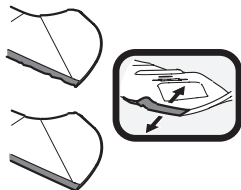

Figura 51
1. Para afilar las cuchillas de corte de forma adecuada, extraiga cantidades iguales de metal de ambos extremos de las cuchillas a lo largo de los bordes cortantes, de forma paralela al borde de caída, a un ángulo de 25° a 30°. Afile siempre cada borde de las cuchillas de corte de forma pareja para mantener un centrado adecuado entre las mismas (Figura 51).